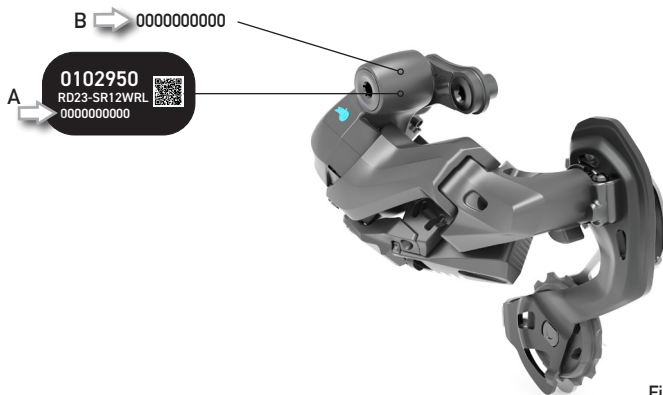

Fig.12
- Introduzca el número de serie del cambio indicado en la etiqueta extraíble (Fig. 11) o en la etiqueta negra (A - Fig. 12) presente en la parte frontal del enganche del cambio o legible directamente en el cambio (B - Fig. 12); esta última posibilidad solo a partir de agosto de 2023.